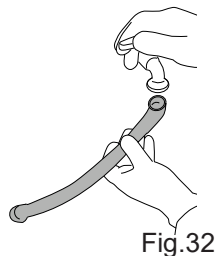

Fig.32
- Spoel de slang inwendig met stromend water (Fig. 32).
- Spoel de slang inwendig met stromend water (Fig.32).